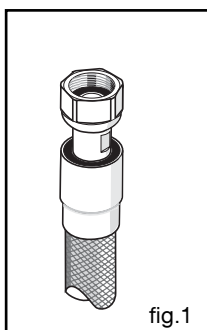

fig.1
- Pour les gaz distribués par une canalisation (gaz naturel), le raccordement s'effectue (fig.1) :
- soit par tuyau flexible avec embouts mécaniques filetés (fig. 1).